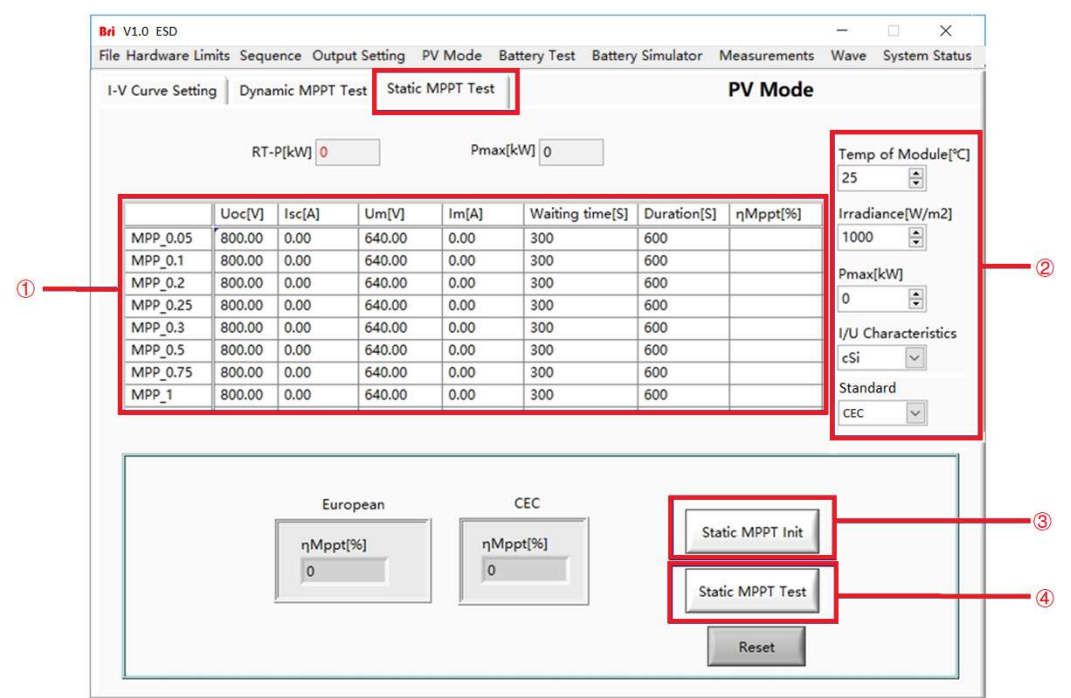

图 5-16 静态 MPPT 测试
设置温度 (Tamp), I/U 特性 (晶硅/薄膜方式), 辐照度 (Irradiance)、Pmax 等参数 (图 5-16②), 点击初始化按钮(Static MPPT Init) (图 5-16③), 最后点击静态 MPPT 测试按钮 (Static MPPT Test) (图 5-16④), 软件将自动计算并显示测试过程中的实时参数 (图 5-16⑥)。每一行测试时等待 5 分钟, 测试 10 分钟, 测试完成后, 设备会自动停机。所有测试完成后将会按照欧洲标准、CEC 标准分别计算出静态最大功率点跟踪效率ηMppt。点击“复位”可以将静态效率测试界面中的数据恢复到初始状态。